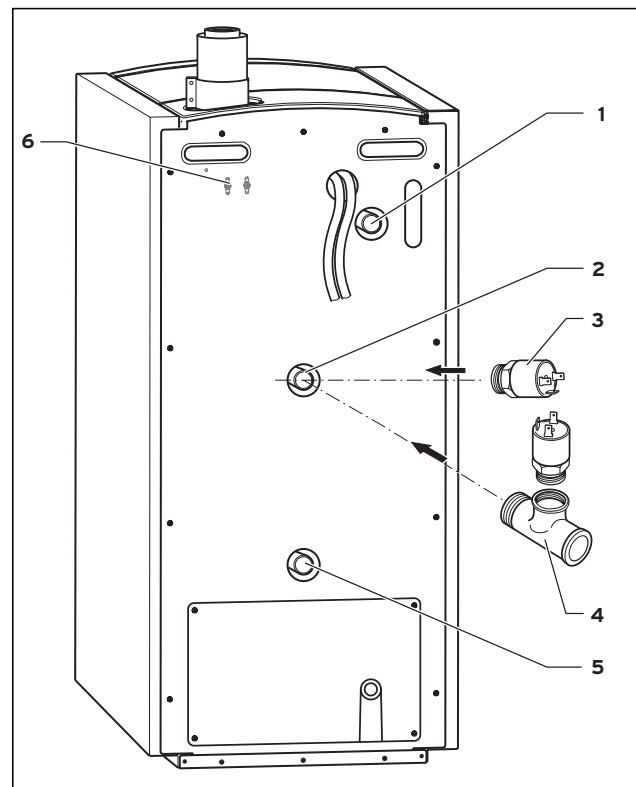

Abb. 5.6 Heizungsseitiger Anschluss
- Nutzen Sie zum hydraulischen Anschluss eines Speichers den Speicherrücklauf (2) (siehe Abb. 5.6) und setzen Sie das T-Stück mit dem Wasserdruckschalter ein.